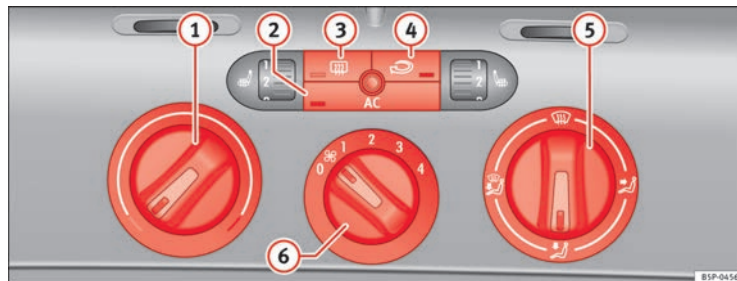

Abb. 128 In der Instrumententafel: Bedienelemente der Climatic
- Mit den Reglern ⇒ Abb. 128 ① und ⑤ und mit dem Schalter ⑥ stellen Sie die Temperatur, die Luftverteilung und die Gebläsestufe ein.
- Drücken Sie die jeweilige Taste ②, ③ oder ④, um eine Funktion ein- oder auszuschalten. Bei einer eingeschalteten Funktion leuchtet die Kontrollleuchte unten an der Taste auf.
① Temperaturregler ⇒ Seite 169.
② Taste – Klimaanlage ein-/ausschalten ⇒ Seite 169
③ Taste – Heckscheibenbeheizung. Etwa 20 Minuten nach dem Einschalten wird die Beheizung automatisch ausgeschaltet. Sie lässt sich vorzeitig durch Drücken der Taste ausschalten.
④ Taste – Umluftbetrieb ⇒ Seite 170
⑤ Luftverteilungsregler ⇒ Seite 169.
⑥ Gebläseschalter. Der Luftstrom ist in vier Stufen einstellbar. Das Gebläse sollte bei langsamer Fahrgeschwindigkeit immer auf der niedrigsten Stufe mitlaufen. ►
- Schalten Sie die Klimaanlage mit der Taste ⇒ Abb. 128 ein.